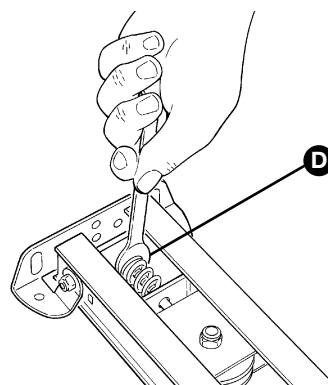

Figura 33
- 7** Tendere la cinghia tramite il dado M8 **[D]** (figura 33) fino a sentirla sufficientemente rigida.